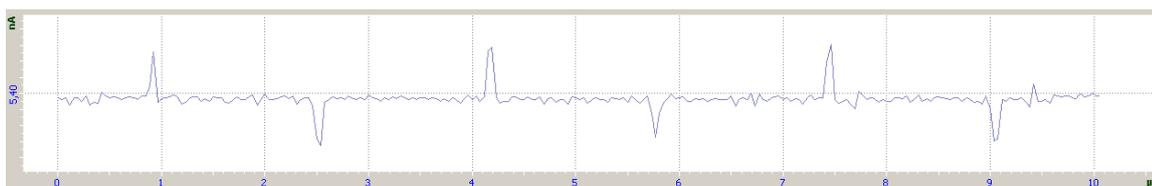

Рис. 7-37. Сигнал Mag
- на панели отображения 1D-данных будет построчно отображаться измеряемый сигнал выделенного изображения (Рис. 7-37).